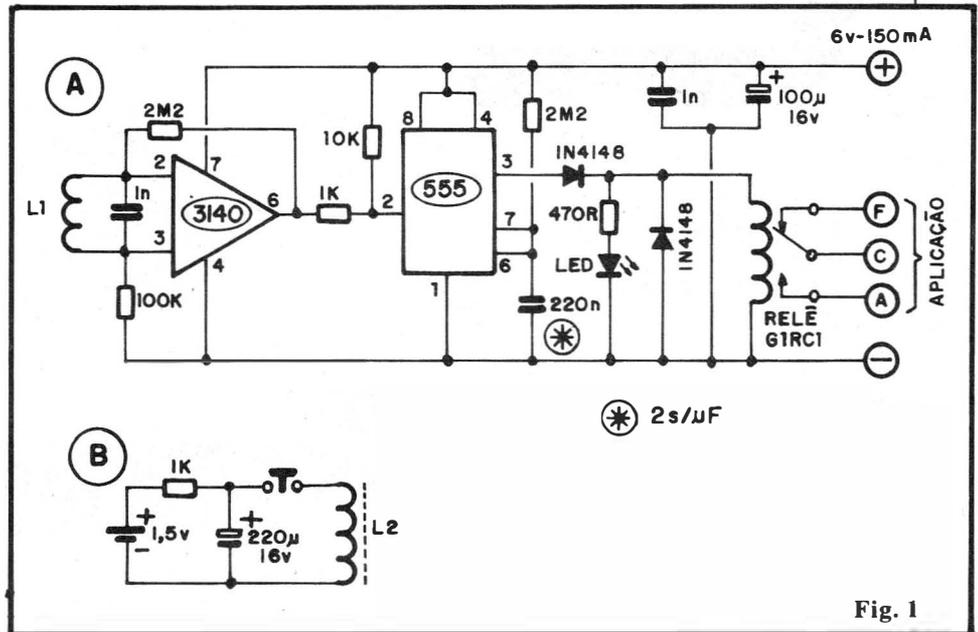

Fig. 1
mento e testes do Projeto, levou-se em consideração que - normalmente - luminárias com lâmpadas fluorescentes trabalham sob "wattagens" bem mais baixas (principalmente na iluminação de corredores ou áreas de uso coletivo em edifícios de apartamentos...). Na solução do seu problema, recomendamos as seguintes experiências: colocar **starters** novos nas luminárias e/ou modificar o valor do capacitor de **gate** original do TRIAC (100n no projeto básico da MIPCOB). Tente, inicialmente, valores de 47n e 220n... Detetado o sentido da "melhora", volte a modificar o valor, até obter um acionamento mais firme das lâmpadas. Em último caso, tente agir sobre a elevada frequência de **clock** (gerada, no circuito do MIPCOB pelo **gate** do 4093 delimitado pelos pinos 8-9-10 - fig. 1 - pág. 12 - APE 15), modificando experimentalmente o capacitor original de 2n2, inicialmente dentro da faixa que vai de 1n a 4n7, verificando se a melhora ocorre com a modificação "para menos" ou "para mais" e, em seguida, procurando adequar um valor que mostre o acionamento mais perfeito. Para finalizar, verifique se as luminárias que pretende controlar, em funcionamento normal (acionadas por interruptores) também não apresentam o mesmo comportamento instável na partida (isso é **muito** comum em instalações velhas...). Se isso ocorrer, obviamente que a "culpa" **não** é da MIPCOB! Tratar-se-á de um defeito inerente à "idade" dos reatores, que devem ser substituídos!
Realmente, Tércio, o desempenho do MALOSA (modéstia à parte...) é muito bom, desde - obviamente - que seja usado para o fim descrito no artigo original e dentro dos esquemas de ligação propostos em APE 14! Você mesmo já identificou onde está o seu erro: no casamento de impedâncias! A rede original de entrada do MALOSA foi dimensionada para sinais de baixa impedância e alto nível (normalmente encontrado nas "saídas para falante" de qualquer equipamento de áudio...), enquanto Você tentou ligá-lo numa fonte de sinal com impedância alta e nível relativamente baixo! Para um perfeito desempenho, Você terá que fazer pequenas alterações nessa rede de entrada, conforme sugere a fig. B. Primeiro elimine o resistor original de 1K (marcado com um asterisco dentro de um quadrado, na fig. 1 - pág. 8 - APE 14), simplesmente não o colocando na placa. Elimine também o resistor original de 4K7 (marcado com um asterisco dentro de um pequeno círculo, na mesma figura mencionada...), porém, nesse caso, substituindo-o, na placa, por um jumper (pedaço de fio). Com tais providências, o potenciômetro original de 100K (volume) ficará praticamente "sozinho" na determinação da impedância de entrada do MALOSA, além do que o nível de atenuação do sinal será drasticamente "maneirado". Para uma melhor "passagem" de frequências, dentro dessa nova utilização, substitua também o capacitor eletrolítico de entrada original (10u) por um de 4u7 (asterisco num quadrado, na fig. B). Finalmente, para inserir um controle de
A fig. 1 mostra, em (A) o esquema do Módulo de Recepção e Comando e em (B) o diagrama da "chave" eletro-magnética portátil. Analisemos primeiramente a "chave" (fig. 1-B) que não poderia ser mais simples (a idéia é justamente reduzir os componentes ao mínimo absoluto, para "ganhar" portabilidade...).
O Módulo de Recepção (fig. 1-A) é também simples. Seu bloco de entrada está estruturado em torno de um Integrado CA3140 (Am-